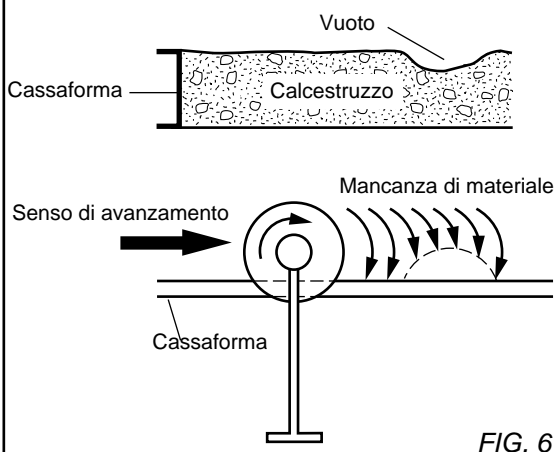
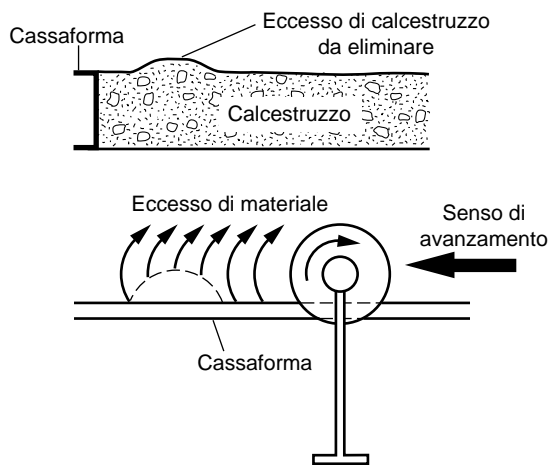

FIG. 6
FIG. 7
- Alcuni difetti superficiali possono obbligare l'operatore a procedere diversamente. Le gobbe e i vuoti esistenti dopo la messa in forma possono essere corretti durante il lavoro di sgrossatura. I buchi potranno venire riempiti girandoci intorno, in senso orario (VEDI FIG.6). Per le gobbe, operare inversamente (VEDI FIG.7).